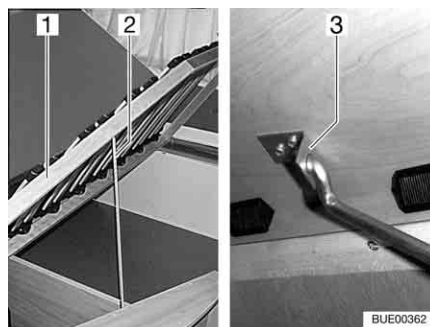

Fig. 64 Letto fisso
- Sollevare il telaio portamaterasso (Fig. 64,1), allentare la guida (Fig. 64,2) dal suo ancoraggio e inserirla nel foro del supporto (Fig. 64,3).
- Sollevare il telaio portamaterasso (Fig. 64,1), allentare la guida (Fig. 64,2) dal supporto (Fig. 64,3) e incastrarla nell'ancoraggio.